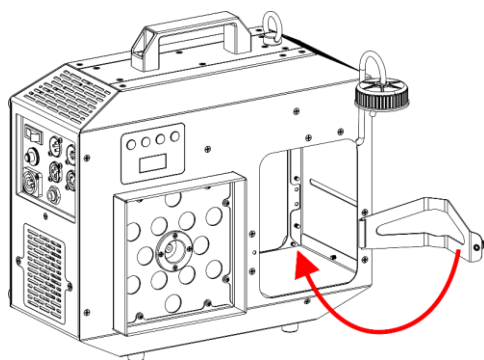

Fig. 10
- 05) Basculez le **support du réservoir de liquide (03)**, comme indiqué sur la Fig. 10.